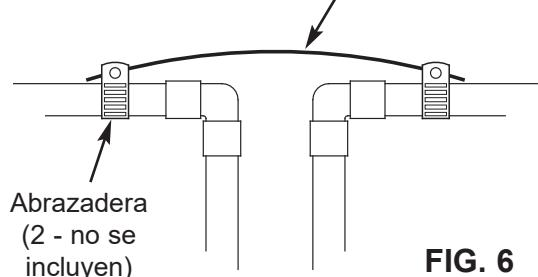

FIG. 6
- a. Instale un cable de cobre calibre 4 a través de la sección de la tubería principal de agua que se retiró, fijándolo firmemente con abrazaderas a ambos extremos (vea la Fig. 6). (No se incluyen las piezas).